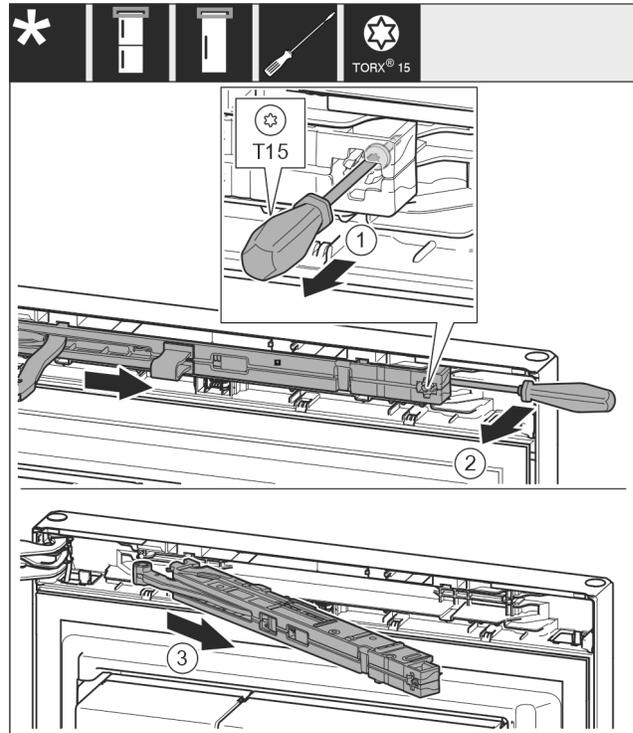

Fig. 13
- ▶ Schraube Fig. 13 (1) an Schließdämpfereinheit mit Schraubendreher 14 mm (9/16 in) lösen.
- ▶ Schließdämpfereinheit Fig. 13 (2) griffseitig mit Schraubendreher nach vorne aushebeln.
- ▶ Schließdämpfereinheit Fig. 13 (3) herausziehen.